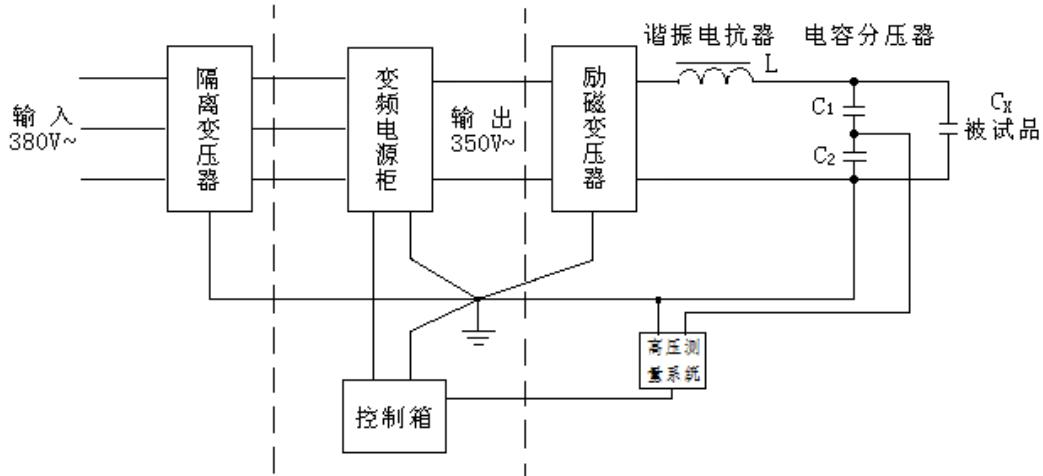

图 20 串联谐振接线示意图
- 7.2.5 严格按安规要求进行系统安全接地，各部件之间应一点接地严禁接地线相互串联（参见图 20）。